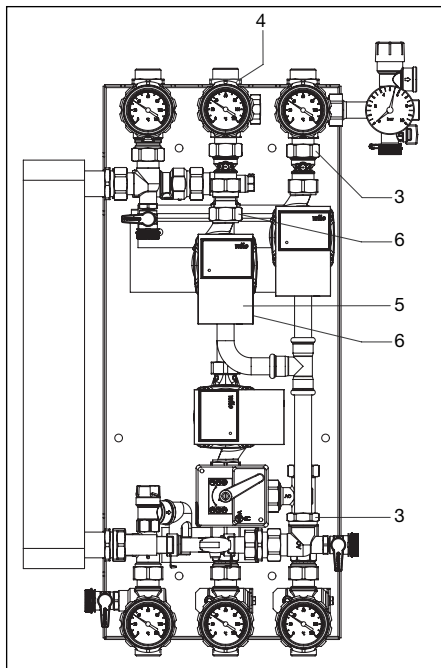

Fig. 5.3 Monter le circulateur existant
3. Monter le circulateur existant (fig. 5.3)